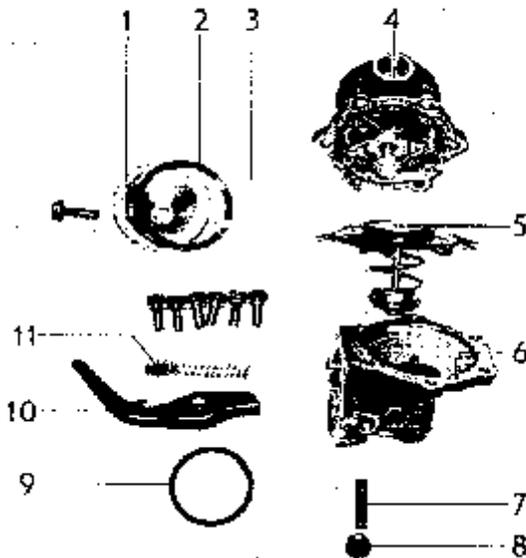
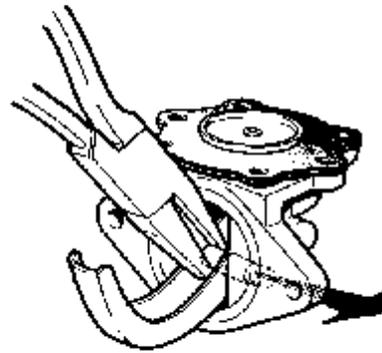

Abb. 46 Förderpumpe
Abb. 47 Ausbau des Hebels
2. Rückzugfeder (11, Abb. 46) und Schraube (8) kennzeichnen. Die Hebelachse mit Hilfe einer Flachzange herauschieben, siehe Abb. 47. Hebel und Membrane herausziehen.
Deckel (1, Abb. 46) lösen und abnehmen. Sieb (3) herausnehmen und sauberblasen. Vor dem Einbau die Dichtung (2) überprüfen. Wenn erforderlich eine neue Dichtung einbauen.